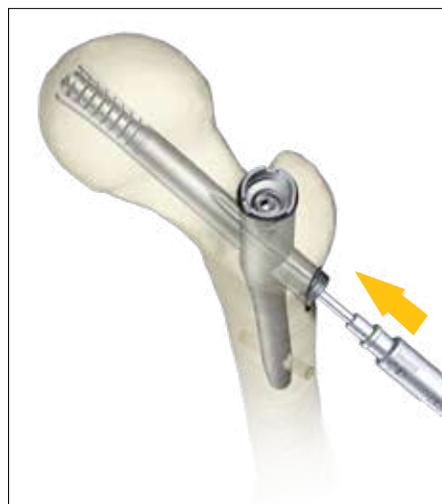

Abb. 177
- Schrauben Sie den U-Blade-Extraktor in die U-Blade (Abb. 177).